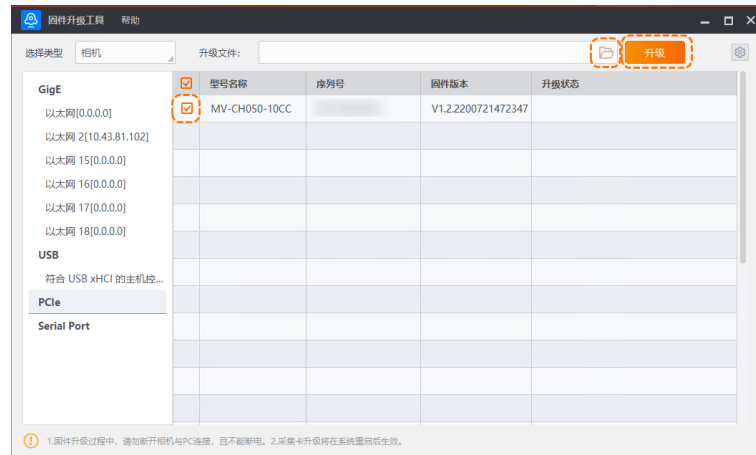

图13-2 固件升级
4. 在右侧选中需要升级且处于可用状态的设备，如图 13-2 所示。